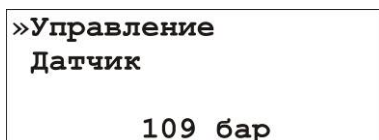

Рисунок 4.2 – Экран меню давление
2. В меню "Давление" (рис. 4.2) клавишами Δ, ∇ выбрать пункт "Управление" и нажать клавишу \checkmark .
2. В меню "Давление" (рис. 4.2) клавишами Δ, ∇ выбрать пункт "Датчик" и нажать клавишу \checkmark .